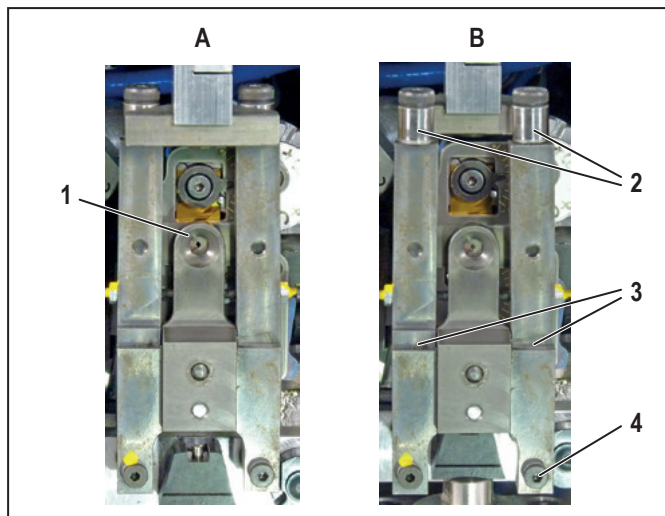

图7.4 在操作位置 (A) 和向前拉的 (B) 的多股导线固定设备
- ▶ 将多股导线固定设备往前拉 (figure 7.4, **B**)。
- ▶ 确认是否滚轮 (2) 可以自由移动。必要时，润滑滚轮的旋转点。
- ▶ 为多股导线固定设备的旋转点 (3) 上油。
- ▶ 请确保多股导线固定设备在正面 (figure 7.4, **B**)。
- ▶ 移除多股导线固定设备的右下方螺丝 (figure 7.4, **4**)。